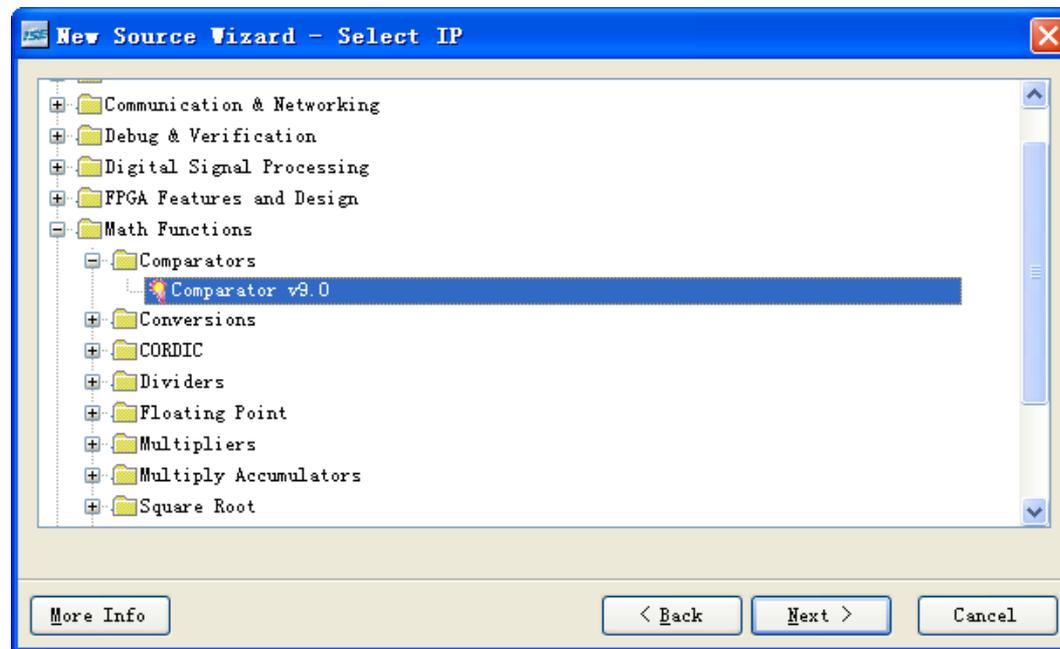

图17 IP核类型选择页面
- (2) 然后在弹出的“Select IP”页面，选择“Math Functions”类别下“Comparators”分类中的“Comparator v9.0”，如图17所示。